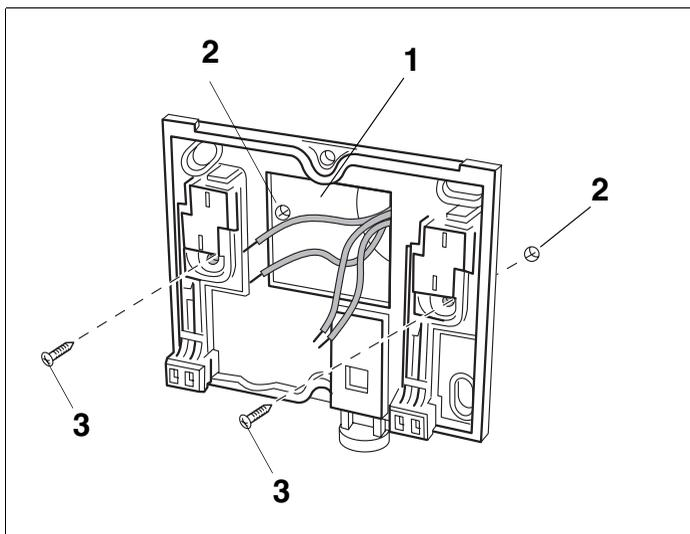

Abb. 3 Befestigung der Montageplatte auf Putz
- Zwei Löcher bohren. Montageplatte als Schablone verwenden (Abb. 3).
- Mitgelieferte Dübel in die Bohrlöcher einsetzen (Abb. 3, **Pos. 2**).
- Kabelenden durch die Öffnung der Montageplatte führen (Abb. 3, **Pos. 1**).
- Montageplatte mit den mitgelieferten Schrauben befestigen (Abb. 3, **Pos. 3**).